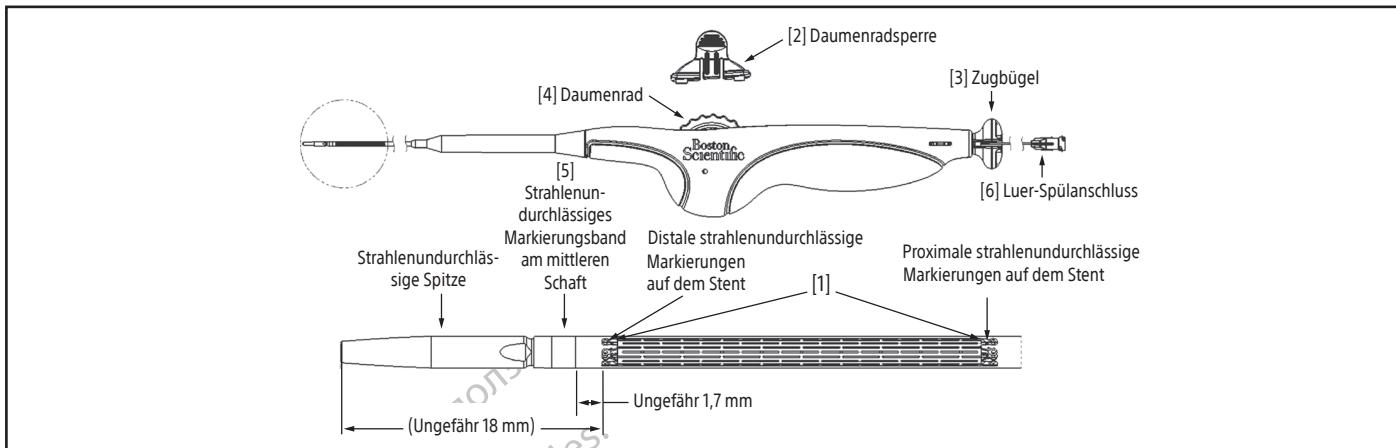

Abbildung 1. Stent-Applikationssystem
- Den Luer-Spülanschluss [6] abnehmen (hierzu an der Spritze oder am Luer-Spülanschluss [6] ziehen, siehe Abbildung 1).
Verfahren zum Einsetzen des Stents (siehe Abbildung 1)